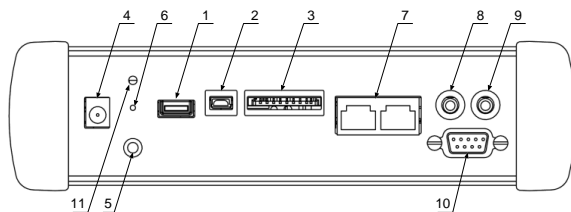

Рис. 2.1. Панель системных интерфейсов
8. Надежно заземлять корпус прибора посредством использования соответствующего гнезда заземления (рис.2.1, стр.11).
- от внешнего блока питания (см. рис. 2.1).
Беркут-ММТ может работать от внешнего источника питания — через адаптер от сети 220 В. Для подключения прибора необходимо вставить адаптер в сеть 220 В, а другим концом в разъем для подключения внешнего адаптера питания на **Беркут-ММТ** (см. рис. 2.1).